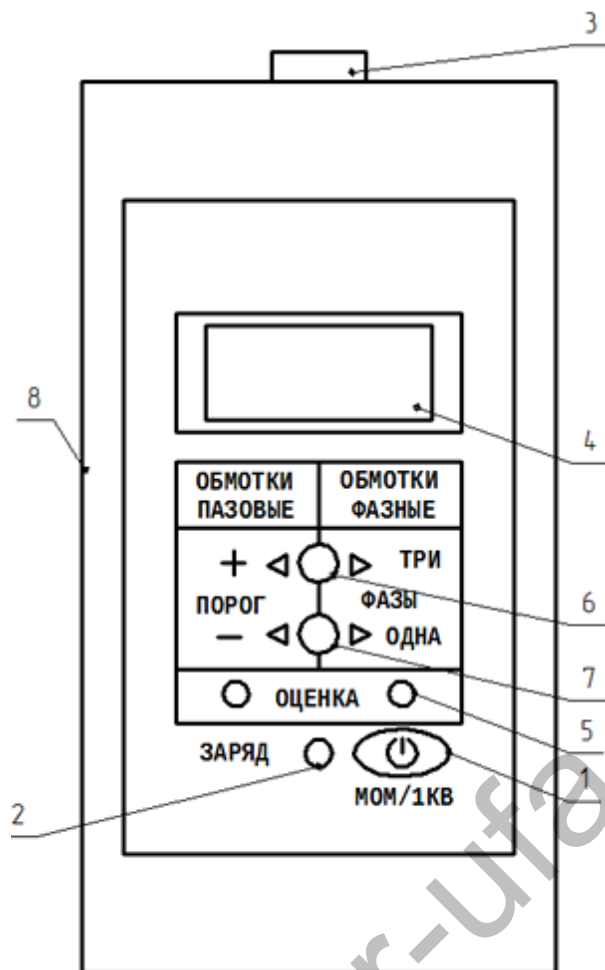

Рис.1. Общий вид прибора.
Прибор тестера размещен в ударопрочном пластиковом корпусе (рис.1).
Прибор имеет три основных режима измерений: режим мегаомметра, проверка пазовых обмоток на короткое замыкание и проверка методом сравнения трехфазных или однофазных обмоток и катушек. Включение прибора в один из трех режимов происходит автоматически при подключении к разъему 3 (рис.1) соответствующего измерительного кабеля или пробника.
Режим прибора определяется номиналом сопротивления между контактами 2 и 8 разъема 3 рис.1:
**3.1** В режиме мегаомметра для измерения сопротивления изоляции используется стабилизированный преобразователь напряжения 1000 В с выходным сопротивлением 1.1 МОм. В этот режим прибор автоматически переводится при подключении измерительного кабеля с маркировкой «МОм». В целях безопасности для подачи или отключения измерительного напряжения на провода кабеля дополнительно используется кнопка включения 1 (рис.1).
Включение прибора тестера осуществляется нажатием кнопки «ВКЛ» (1 на рис.1).
В целях безопасности измерительное напряжение (1 кВ) подается и снимается дополнительным коротким нажатием кнопки «ВКЛ» (поз. 1 на рис.1). При длительном нажатии кнопки «ВКЛ» (более секунды) прибор выключится полностью.